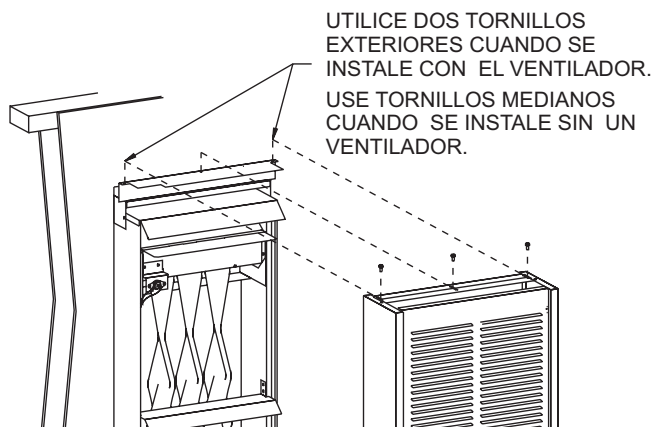

Figura 11
9. Fijar la carcasa exterior al ensamblaje del cabecero. Importante: No se usara el agujero de la claridad. Los dos agujeros de claridad se usaran para unir la carcasa exterior al ensamblaje del cabecero, el (1) tornillo del paso 4 y (1) tornillo suministrado en el paquete de ferretería. Vea la Figura 11.